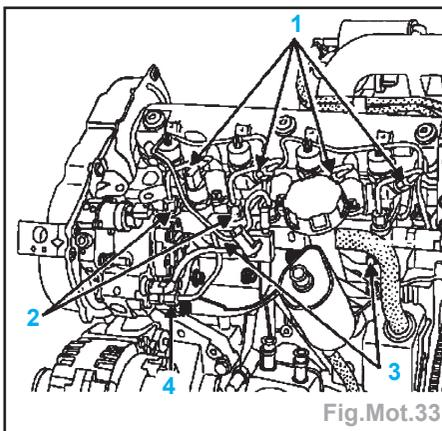

Fig.Mot.33
- Serrer les vis de fixation de la rampe d'injection à **2,2 daN.m +/- 0,2 (3)** (Fig. Mot.33).